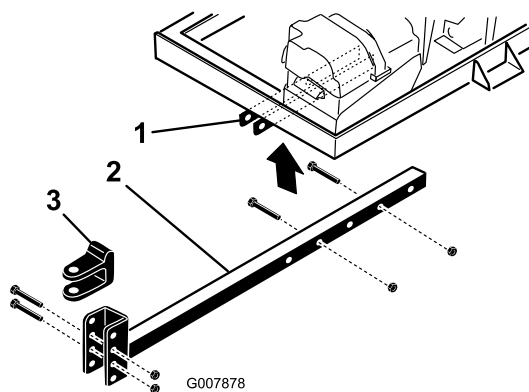

Figura 4
- Fixai tubul dispozitivului de cuplare la suporturile cadrului (Figura 4) cu 2 uruburi ( $\frac{3}{8}$  x 3") i 2 piulie cu guler ( $\frac{3}{8}$ ").
- Introducei tubul dispozitivului de cuplare în suporturile cadrului (Figura 4).